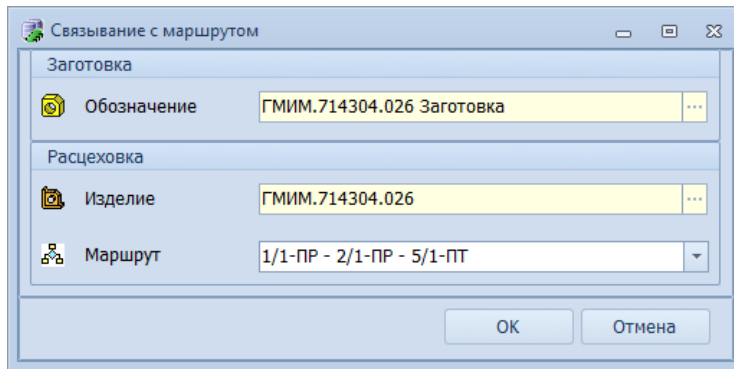

Рисунок 105. Пример ввода параметров
- 14.3.1. В поле «**Маршрут**» указать соответствующий маршрут (рис. 105).